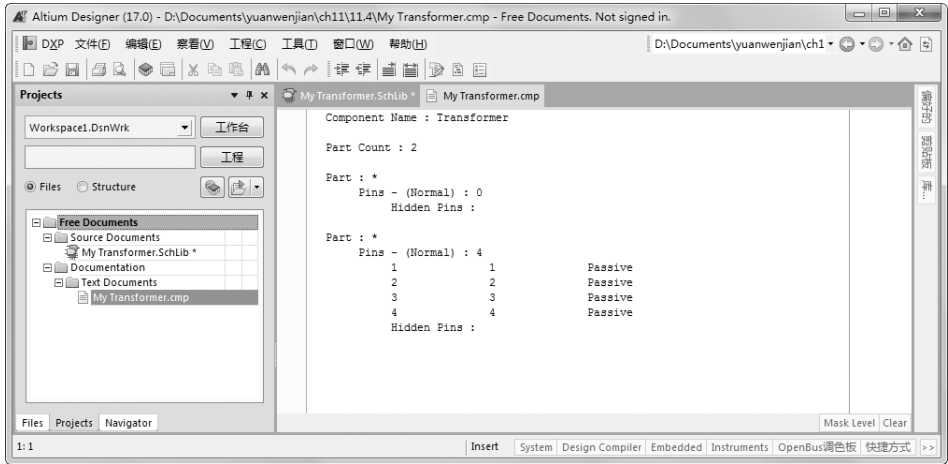

图 11-89 元器件报表
- (1) 在 SCH Library 面板原理图符号名称栏中选择需要生成元器件报表的库元件。
- (2) 选择菜单栏中的“报告”→“器件”命令，系统将自动生成该元件的报表“My Transformer.cmp”，如图 11-89 所示。